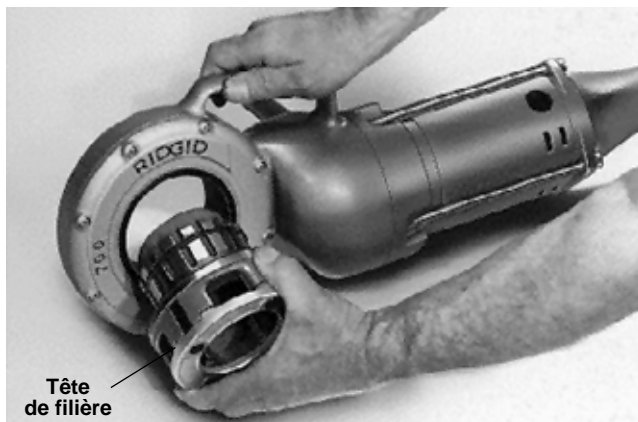

Figure 3 – Introduction de la tête de filière N° 12-R
1. Introduisez la **tête de filière** ou l'**adaptateur** à fond dans la couronne d'entraînement de l'appareil (engrenages en premier) jusqu'à ce que les **griffes d'adaptateur à cliquets** sur ressort s'engage complètement. (Figure 3)